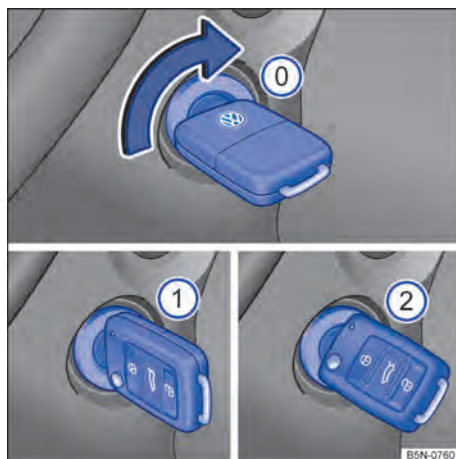

Fig. 80 Ao lado do volante, à direita: posições da chave do veículo no cilindro da ignição.
Posições da chave do veículo → Fig. 80
4.	Girar a chave do veículo no cilindro da ignição para a posição → Fig. 80 ① para ligar a ignição. Nesse instante a luz de controle do sistema de partida aquecida  irá se acender no instrumento combinado.
6.	Girar a chave do veículo no cilindro da ignição para a posição → Fig. 80 ② para dar partida no motor – não acelerar. Caso a etapa 5 não seja respeitada, a luz de controle  irá piscar indicando a necessidade de interromper o procedimento de partida e repeti-lo após retornar a chave para a posição → Fig. 80 ③ e aguardar aproximadamente 10 segundos.
5.	Girar a chave do veículo no cilindro da ignição para a posição → Fig. 80  .